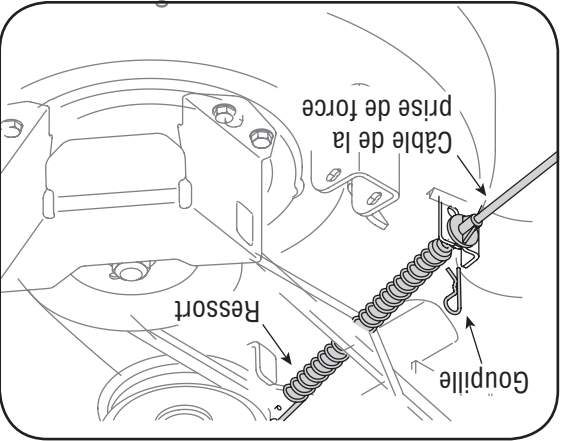

Figure 6-6
11. Pour les modèles avec prise de force manuel, enlevez la goupille épinglée qui maintient le câble de la prise de force sur l'arrière du plateau de coupe. Voir la Figure 6-6. Retirez le câble de la prise de force et le ressort annexe du plateau de coupe.